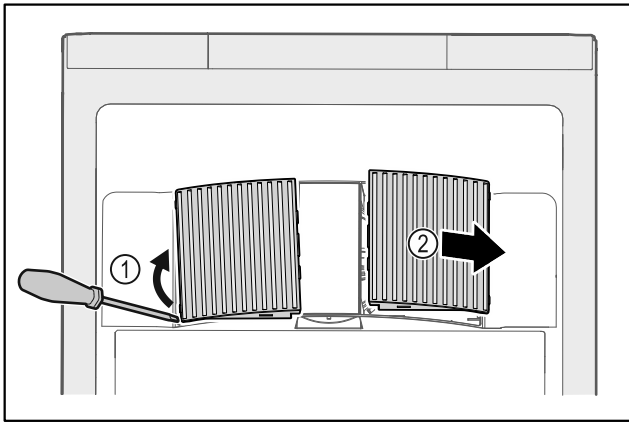

Fig. 150
- ▶ Z boku opatrně vytáhněte ventilátorové kryty Fig. 150 (1) a sejměte je směrem dopředu Fig. 150 (2).